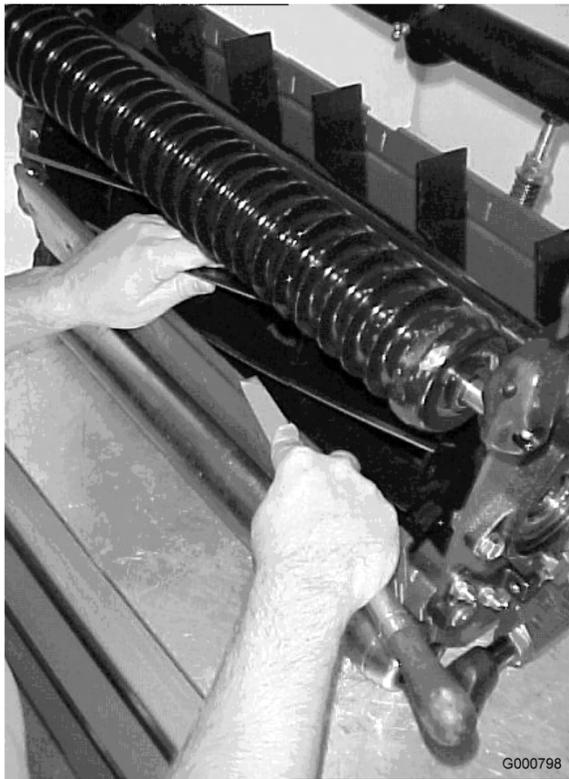

Figura 72
11. Cuando la unidad de corte esté correctamente afilada, habrá una rebaba en el filo delantero de la cuchilla. Usando una lima, elimine cuidadosamente la rebaba sin mellar el filo de corte (Figura 72).